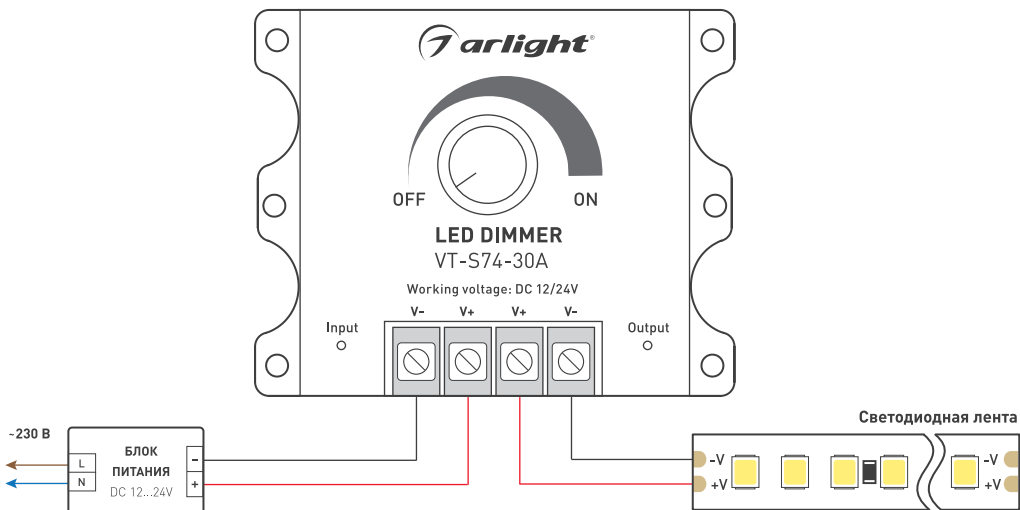

Рисунок 1. Схема подключения диммера.
- 3.3. Подключите светодиодную ленту или другой совместимый светодиодный источник света к выходу OUTPUT диммера, соблюдая полярность и порядок подключения проводов (см. Рис. 1).